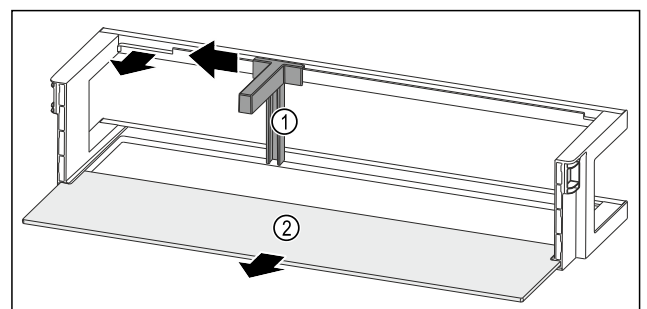

Fig. 237 Balconcino controporta con fermabottiglie e ripiano
- Spingere il fermabottiglie Fig. 237 (1) lateralmente fino all'incavo.
- Rimuovere il fermabottiglie Fig. 237 (1).
- Rimuovere il ripiano Fig. 237 (2).